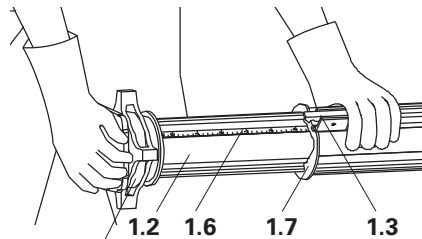

Fig. 22
5. El gancho de seguridad está bloqueado. (Fig. 22)